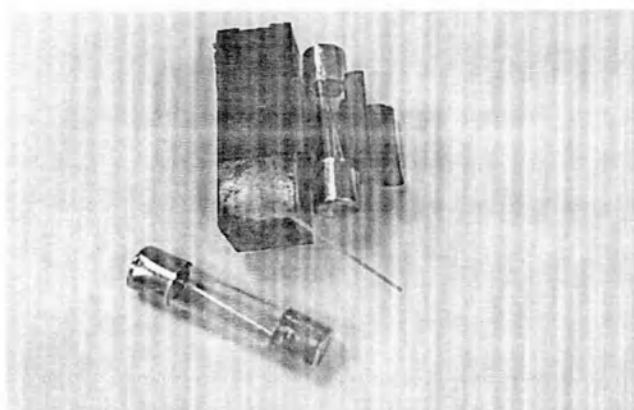

Рис. 37. Извлечение запасного предохранителя
- 5 Извлеките запасной предохранитель, как показано зеленой стрелкой на Рис. 37.